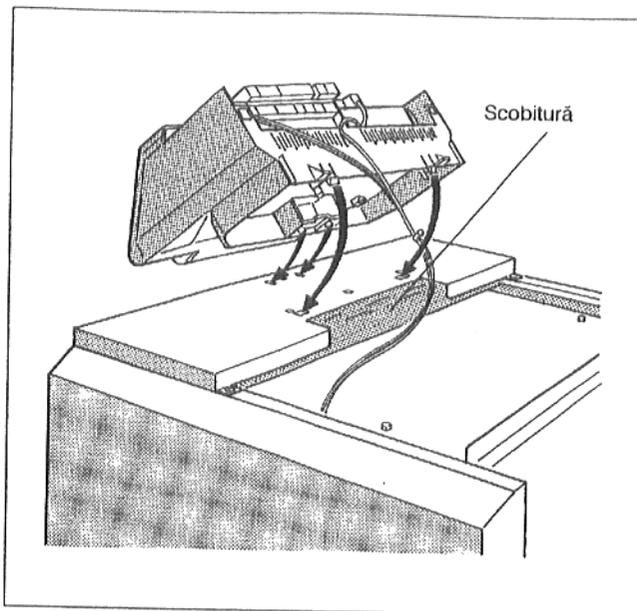

Fig. 7: Așezarea aparatului de reglare
- Aparatul de reglare se va așeza pe capota frontală de acoperire a cazanului în așa fel încât cârligele de la partea de jos a aparatului de reglare să intre în găurile ovale (Fig. 7). Conductele capilare ale senzorului de temperatură și, la reglarea "Ecomatic", conducta senzorului de măsurare a temperaturii apei cazanului se va așeza în scobitura din capota frontală a cazanului (Fig. 7).
- Aparatul de reglare se va apleca în față și se va apăsa în jos până când ambele cârlige elastice au intrat în găurile din spate (Fig. 7).